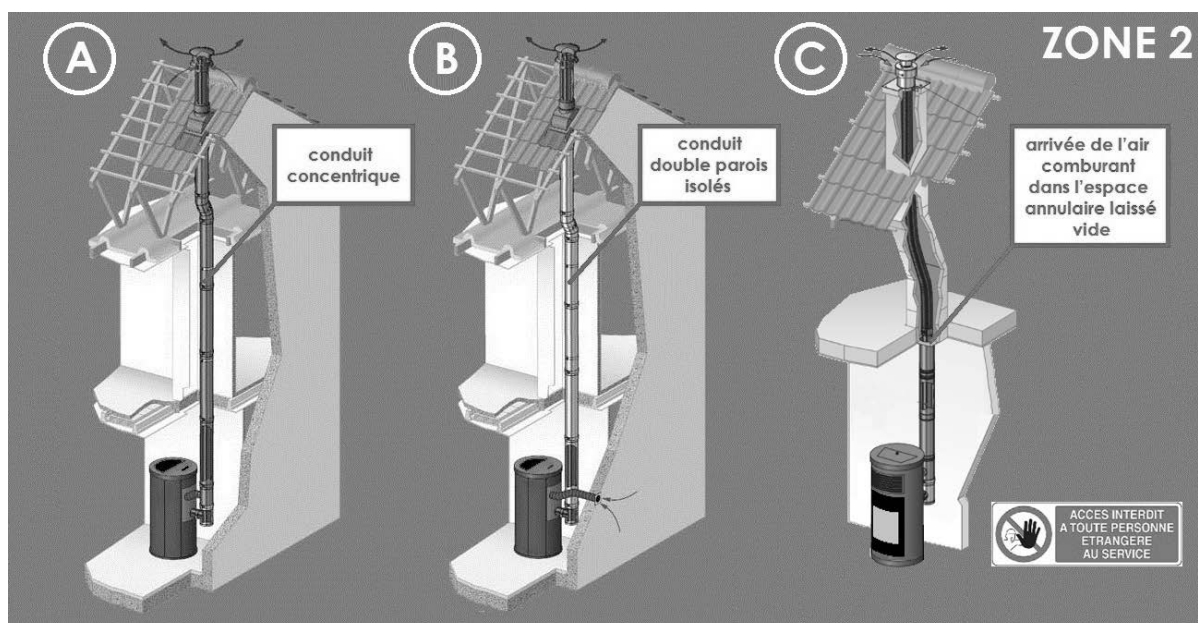

Fig. 20 - Schéma de principe des 3 types de système concentrique avec terminal vertical (ZONE 2)
Voir également le schéma des positions des terminaux sur, voir **Fig. 20**.
ATTENTION : exception sur le prélèvement d'air comburant de l'espace interstitiel du conduit concentrique (C). CADEL et FREEPOINT n'autorisent pas que l'on prélève de l'air comburant de l'espace annulaire laissé vide dans le cas d'un tubage de conduit maçonné comme suggéré dans le schéma dans **Fig. 20**, cas (C).